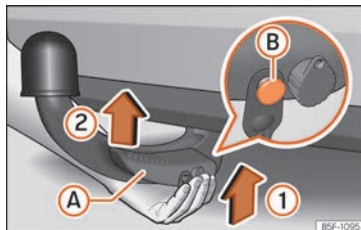

Fig. 301 Colocación del gancho de remolque. Paso 1
- Sujete el gancho de remolque **desde abajo** y encájelo en el alojamiento del gancho siguiendo el sentido de la flecha » **fig. 301** ① hasta que se encastre de forma audible » **▲**.
La palanca »» fig. 301 (A) gira **automáticamente** en el sentido de la flecha (2) hacia arriba y el perno de desbloqueo (B) sale hacia afuera (su parte roja y verde es visible) »» ⚠.
- Al fijar el gancho de remolque, para evitar pillarse los dedos, se recomienda mantener las manos retiradas de la palanca »» fig. 301 (A).